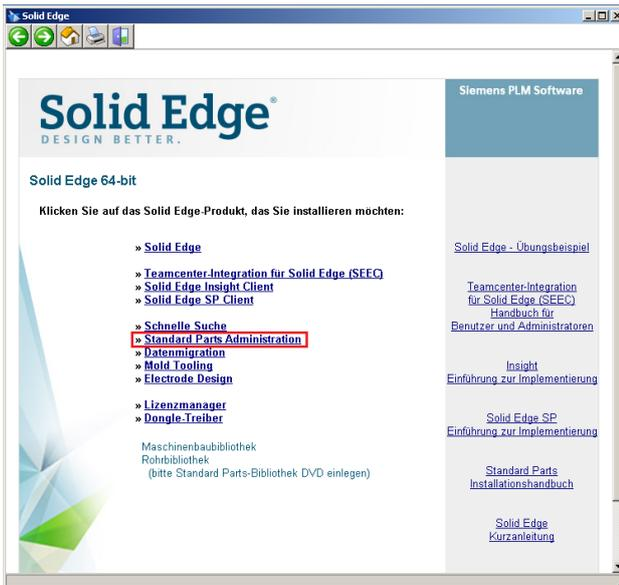

Abbildung 1
- 3.1. Starten Sie die Installation der Standard Parts Administration über das Autostart-Menü der Solid Edge Produkt DVD oder der Installationsdatei (z. B. „Solid_Edge_DVD_GERMAN_2019.exe“) (Abb. 1).
Mit einem Klick auf „Fertigstellen“ (Abb. 12) beenden Sie die Installation und können nun auch das Installationsmenü (Abb. 1) beenden.